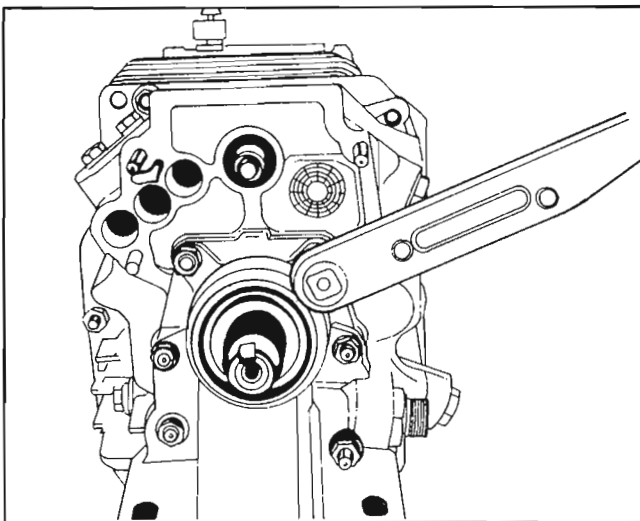

Fig. 110
Aplique "gasket eliminator" en la cara de la cubierta trasera. Coloque los calces con las medidas correctas para el eje primario y el tren fijo en los asientos en la cubierta trasera. Instale la cubierta trasera en la parte trasera de la carcasa. Instale las tuercas (65) con las arandelas rectificadas (66) y las arandelas de muelle (67) y apriételas. *Fig. 110*